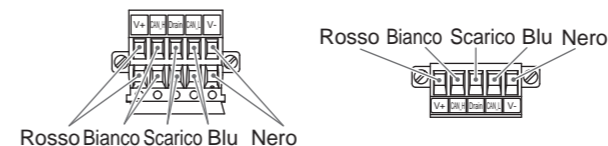

Figura 1
(1) Collegare i cavi di segnale ai pin corrispondenti. (Figura 1)